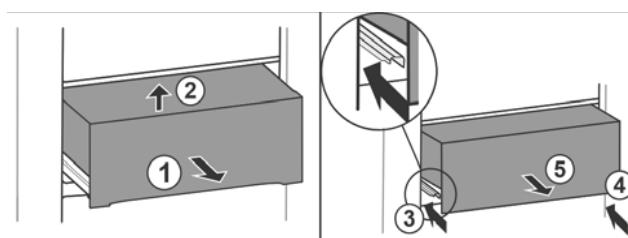

Fig. 24
- Вытяните выдвижной ящик наполовину Fig. 24 (1).
- Приподнимите спереди Fig. 24 (2).
- Вставьте левую направляющую Fig. 24 (3).
- Вставьте правую направляющую Fig. 24 (4).
- Извлеките выдвижной ящик движением вперед Fig. 24 (5).